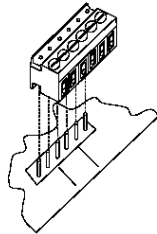

Рис.3 Съемный разъем
**ПРИМЕЧАНИЕ:** Блоки контактов в усилителе мощности AL-250PA являются съемными элементами (за исключением сетевого разъема и разъема «AUD OUT»). Для того, чтобы снять блок, потяните его вертикально вверх по направлению от печатной платы (см. Рис.3). Подключите провода к требуемым контактам и, затем, вставьте блок обратно на печатную плату, соблюдая осторожность, чтобы правильно совместить посадочные отверстия в блоке и штырьковые контакты на печатной плате.